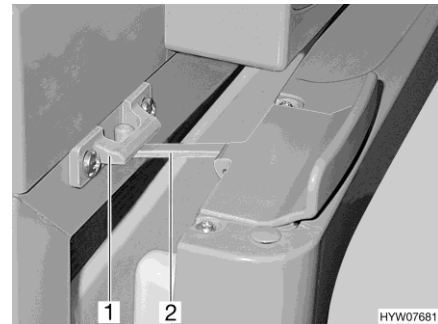

Bild 130 Kühlschranktür in Lüftungsstellung (Thetford)
- Verriegelung (Bild 130,2) aufklappen und in der Verriegelungsaufnahme (Bild 130,1) einrasten. Die Kühlschranktür bleibt damit leicht geöffnet.